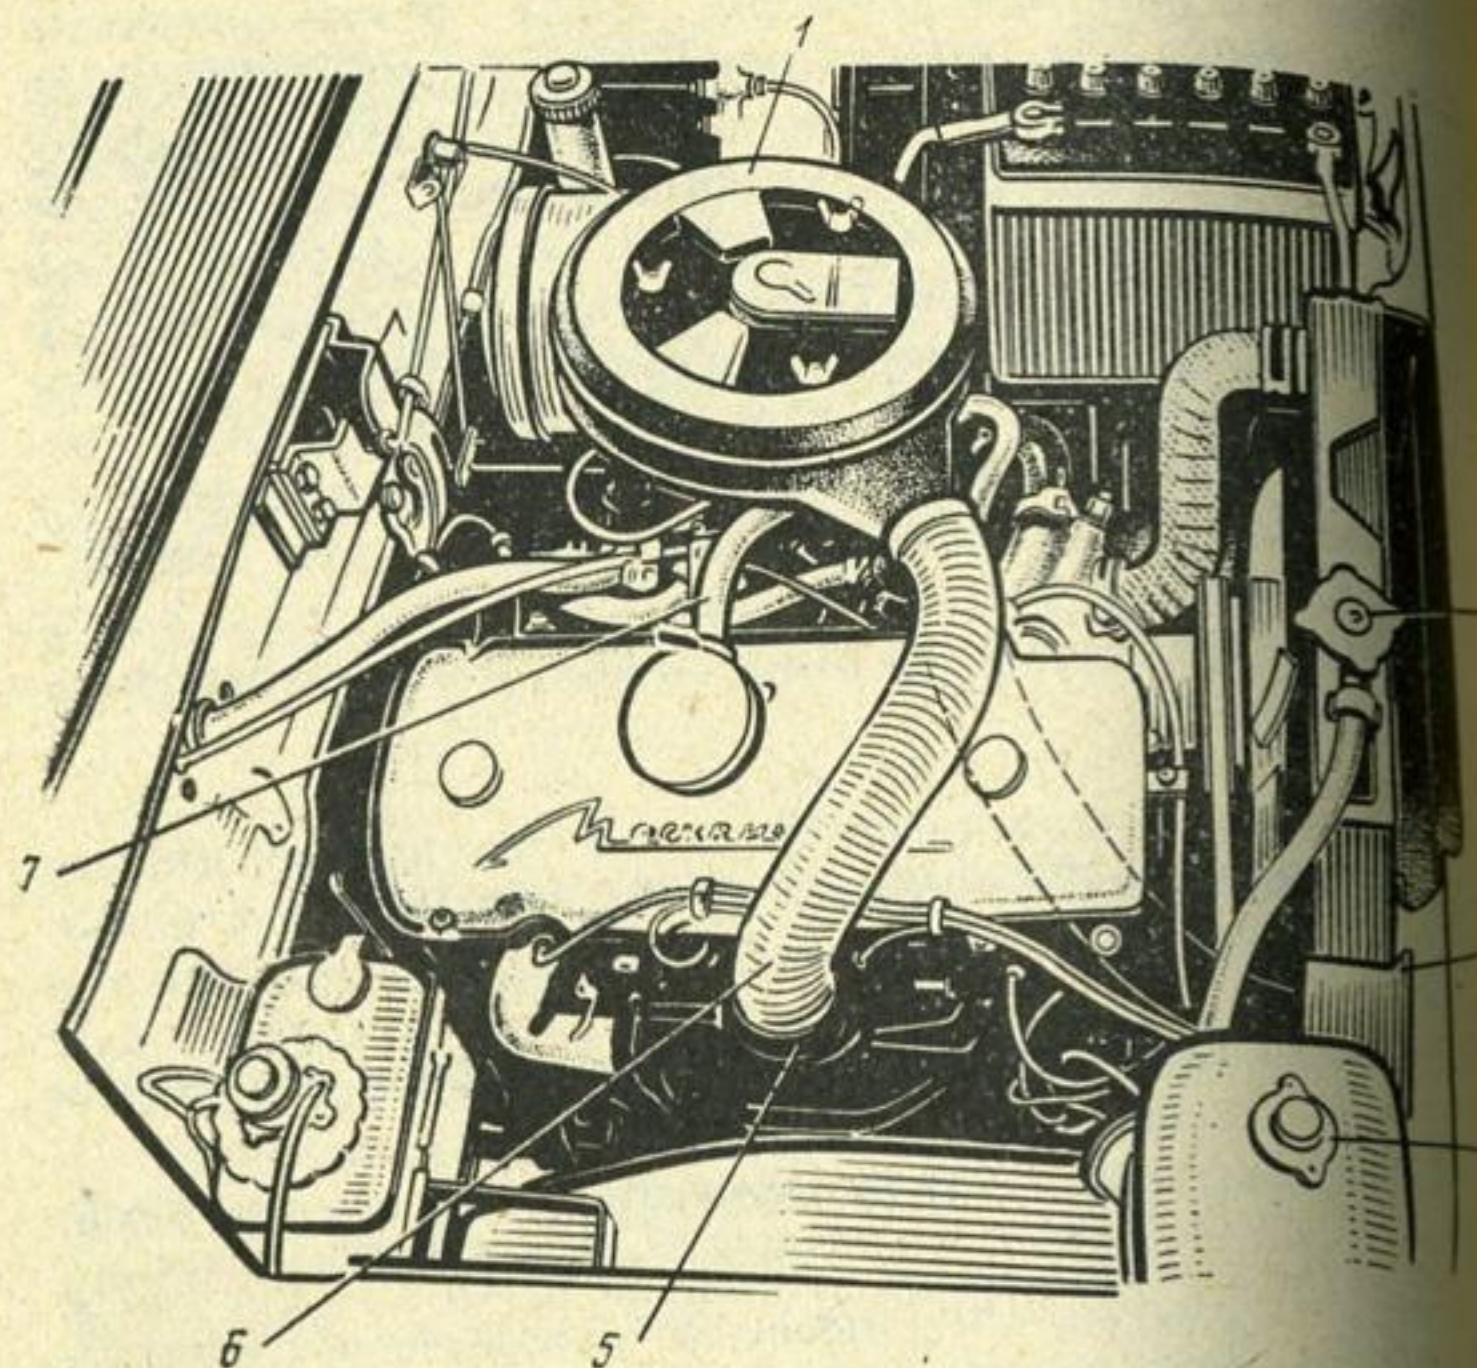

Рис. 38. Вид на двигатель на автомобиле с поднятым капотом:
1. Отсоедините трубку 7 (рис. 38) вентиляции картера двигателя от патрубка на крышке головки цилиндров.
Рассмотрим подробнее воздушные фильтры каждого вида. Воздушный фильтр карбюратора 2107-1107010-1. В корпус воздушного фильтра воздух поступает по гибкому рукаву-шлангу, присоединенный конец которого может быть надет на патрубок 3 (см. рис. 38), установленный в правом верхнем углу отсека двигателя кузова, или на патрубок 5, установленный над выпускной трубой двигателя. При первом варианте установки рукава в корпус воздушного фильтра воздух поступает из подкапотного пространства, имея температуру, близкую к температуре внешней среды.